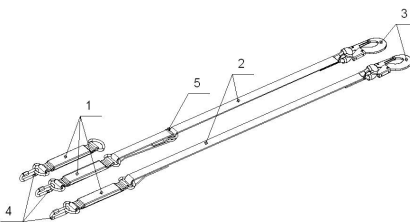

Рис.1 Амортизатор а, стропы с амортизатором (рисунок не определяет конструкцию)
Амортизатор и страховочные стропы типов аА, аВ, аГ (см. рис.1) состоят из амортизатора «а» (1), фала (2) – полиамидной ленты (А), металлического троса в защитной оболочке (Б), полиамидного каната (В) или металлической цепи (Г),